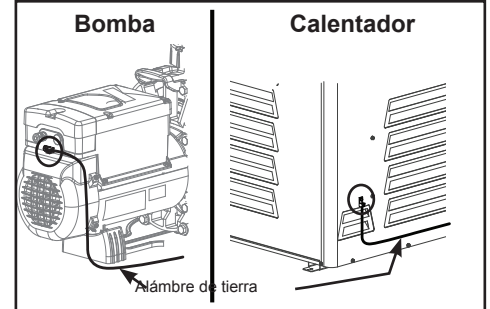

Figura 21. Ubicación de la orejeta para conexión a tierra
18. Conecte un extremo del cable de la conexión a tierra a la conexión de la parte inferior de la placa posterior del chasis de la fuente de energía (ver Figuras 19 y 20). Conecte el segundo extremo a un punto común ya sea de la bomba de la piscina o la del calentador. Asegúrese de referirse al manual de la bomba o del calentador para la ubicación de los puntos de conexión a tierra enlases antes de hacer esta conexión. Vea la Figura 21 para ejemplos de la ubicación de la orejeta para conexiones a tierra. No utilice la fuente de energía como el punto común. Debe haber una sola conexión a tierra de la fuente de energía. Cada pieza de equipo no relacionados con la piscina que requieren tierra también deben estar conectados aun punto común, a un punto de conexión de tierra aprobado.